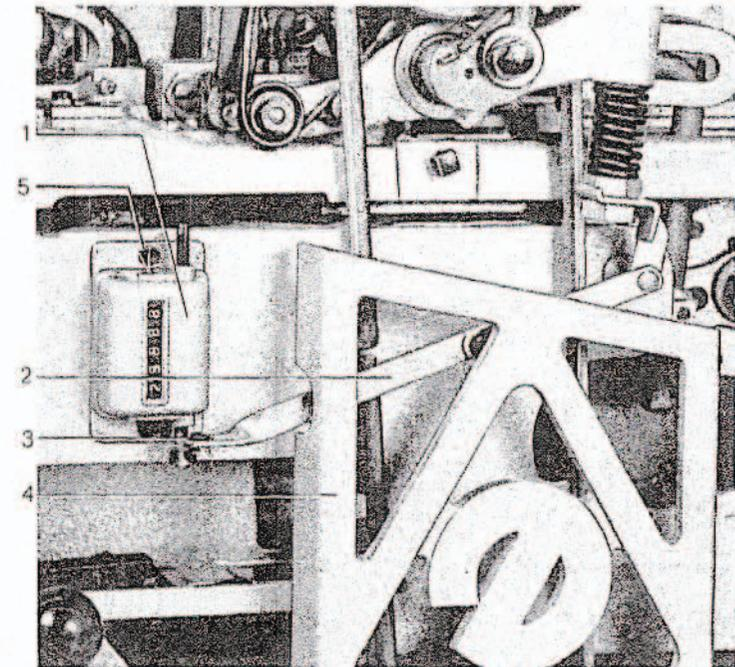

Abb. 37
2. Den Zähler 1, wie aus Abbildung 37 ersichtlich, mit zwei M 4-Schrauben am Sockel befestigen und das Schaltgestänge 2 montieren.
3. Den Riemenschutz 4 gemäß der Abbildung 37 nacharbeiten.